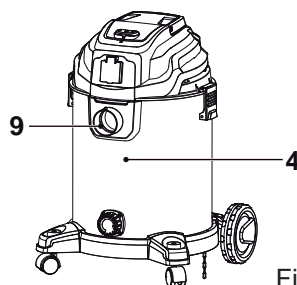

Fig. 24
> Durante a aspiração húmida, verifique o nível de água no depósito com regularidade. O nível de água deverá estar abaixo da entrada de ar (9) (Fig. 24). Esvazie o depósito (4) com regularidade, se forem aspiradas grandes quantidades de água.